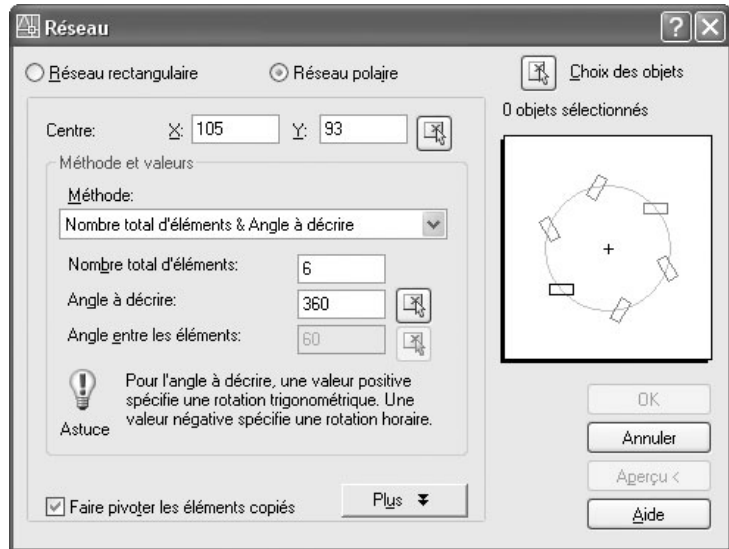

Fig.5.10
- 1 Exécuter la commande de copie en réseau à l'aide d'une des méthodes suivantes (fig.5.10) :